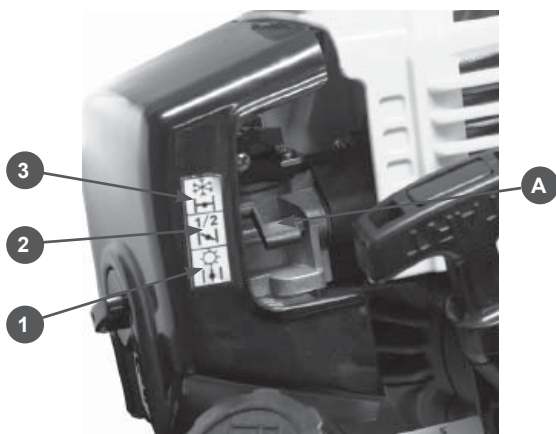

Рис.8
2. Установите рычаг воздушной заслонки (A) в верхнее положение(3) (Рис.8)
6. После первой вспышки переведите рычаг воздушной заслонки в среднее положение(2) Рис.8 и произведите резкий рывок за ручку стартера 2-3 раза. Двигатель должен запуститься.
7. После запуска прогрейте двигатель в течение 30 секунд (рычаг воздушной заслонки в положении 2), затем переведите рычаг заслонки в положение(1) Рис.8.
1. Заслонку при запуске установить в положение(1) Рис.8